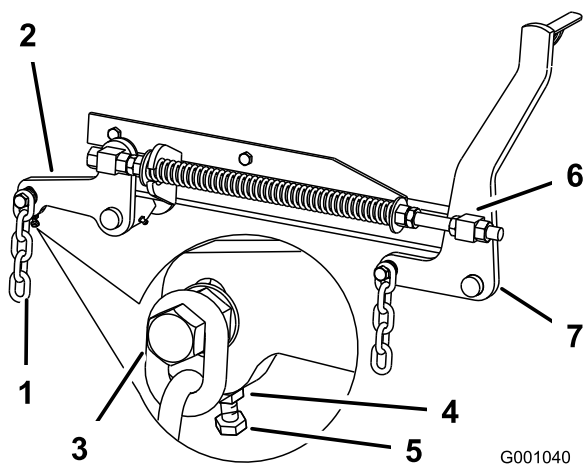

Figura 81
- Si las medidas realizadas en las posiciones **B** o **C** no son correctas, afloje el perno que fija la cadena trasera al brazo de soporte trasero (Figura 81).
- Afloje la contratuerca situada debajo del brazo de soporte trasero y ajuste el perno de ajuste hasta obtener una medida de 80 a 83 mm (Figura 81).
- Afloje las contratuercas de pivote delantero, en la parte delantera de los pivotes derecho e izquierdo, unos 13 mm (Figura 81).
- Ajuste las tuercas de elevación en el lado izquierdo y derecho de la máquina hasta obtener una distancia de 6 a 10 mm menos en la parte delantera en **A** que en la parte trasera, en **B** (Figura 81).